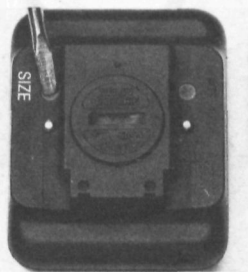

Fig. 14
- Met de knop „SIZE“ wordt het cijfer dat knippert veranderd. Met elke druk op de knop verspringt het cijfer 1 hoger (fig. 14).
- A l'aide de la touche de chronométrage «SIZE» le chiffre clignotant est modifié: chaque pression sur la touche augmente d'une unité le chiffre clignotant (fig. 14).
- coll'aiuto del pulsante di «SIZE» viene di volta in volta variata la cifra che brilla ad intermittenza. Ogni pressione esercitata sul pulsante aumenta il numero che brilla ad intermittenza di una cifra (fig. 14),